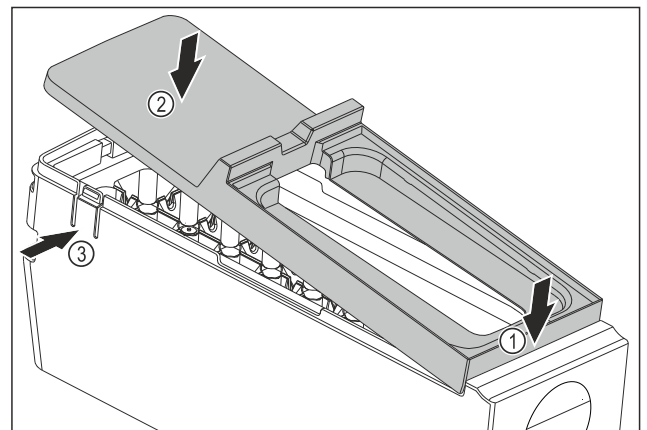

Fig. 148
- ▶ Szerelje fel az EasyTwist-Ice egység testének fedelét: Tegye fel előre a fedelet Fig. 148 (1)
- ▶ Süllyessze le hátul a fedelet Fig. 148 (2)
- ▶ A fedél hallhatóan bepattan mindkét fülbe Fig. 148 (3).